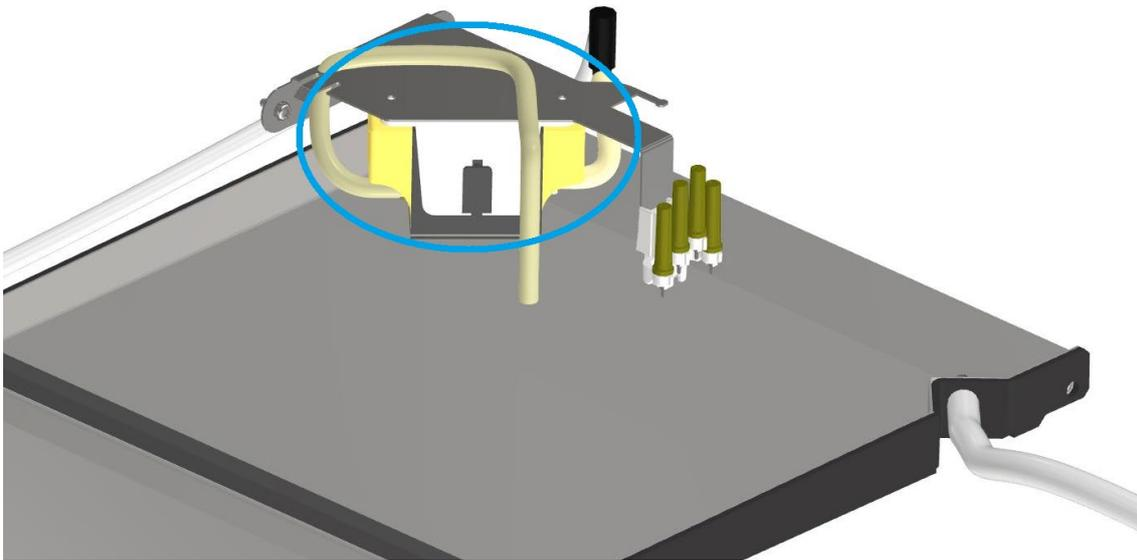

Abbildung 23: Kondensatpumpe
1. Öffne Sie den Gehäusedeckel auf der rechten Seite des Geräts. Verwenden Sie den im Lieferumfang enthaltenen Gehäusedeckel-Schlüssel. Siehe Abbildung 23 unten.